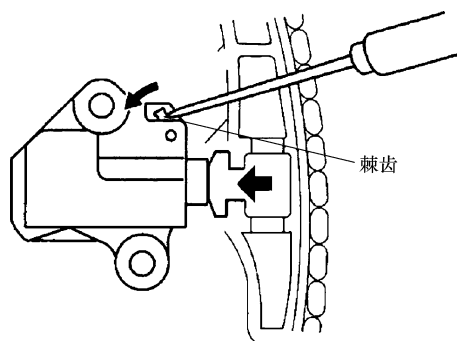

图 25-24 压入柱塞
- 2) 压下棘齿时，按照图 25-24 所示，将柱塞压入。